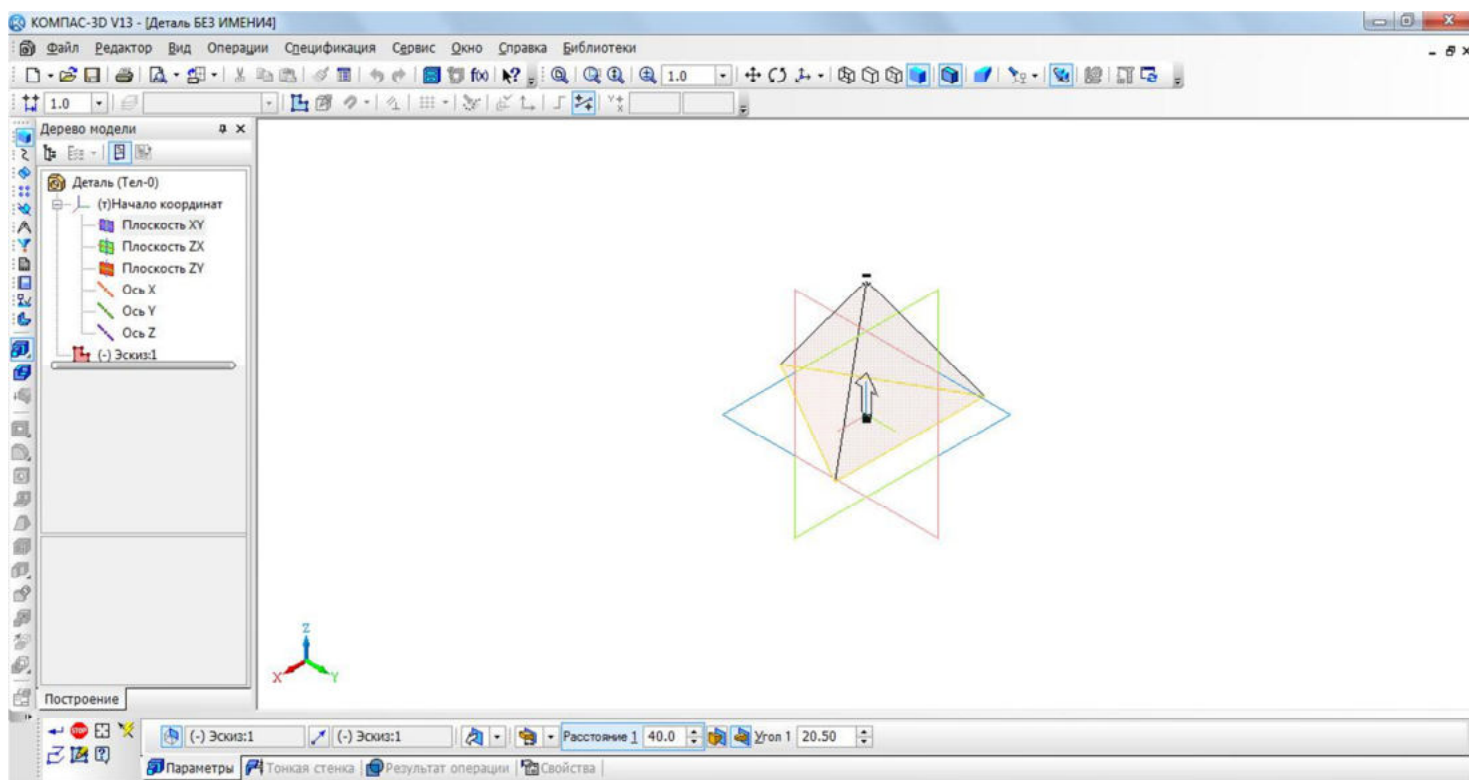

Рис. 7. Создание трехмерной модели
- на панели **Свойств** на вкладке **Параметры** укажите **прямое** направление выдавливания (вверх), глубина выдавливания – **на расстояние**, в поле **Расстояние** введите 40 мм, **Уклон 1** внутрь, **Угол 1** равен 20, 5° (рис. 7);